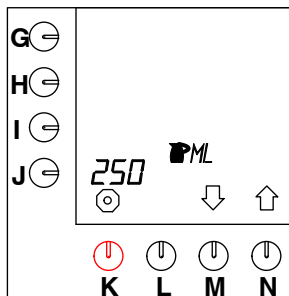

Fig. 26 Innehåll mugg
- Tryck på valtangenten (N.)↑ tills fig. 26 visas på displayen.